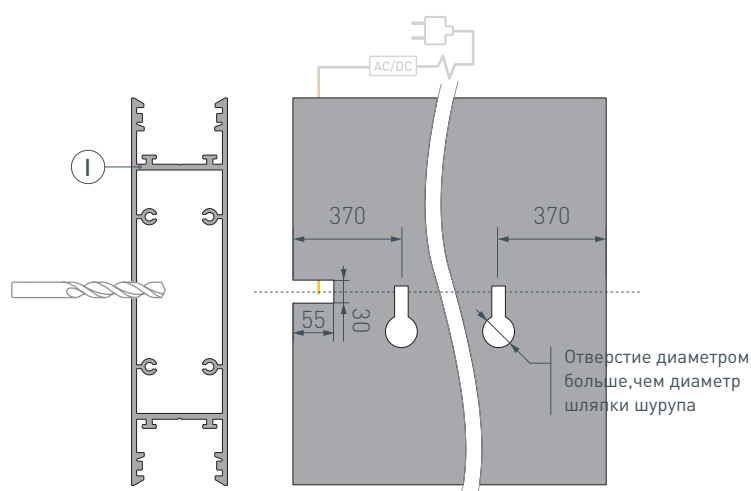

Рис. 1. Вид сзади, подготовка отверстий
- 1 /** Для профиля Ⓘ длиной 2000 мм и более просверлите на задней стенке с каждой стороны по 2 отверстия с диаметрами больше, чем диаметр шляпки шурупа (чтобы могла пройти шляпка шурупа), для крепления к поверхности на расстоянии 370 мм от каждого края. Чуть выше сделать прорезь шириной, равной диаметру резьбы шурупа. Затем подготовьте еще 1 отверстие с одного края профиля размером 55×30 мм для вывода кабеля блока питания, как показано на рис. 1.